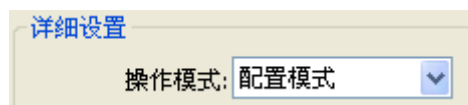

图 5.25 操作模式设置
- (3) 然后找到“详细设置”->“操作模式”列表框，操作模式有两种一种是“配置模式”，另一种是“操作模式”。“配置模式”可以设置画面所有选项，“操作模式”只能设置“恢复出厂设置”选项。
- (4) 例如选择“配置模式”，如图 5.25 所示。